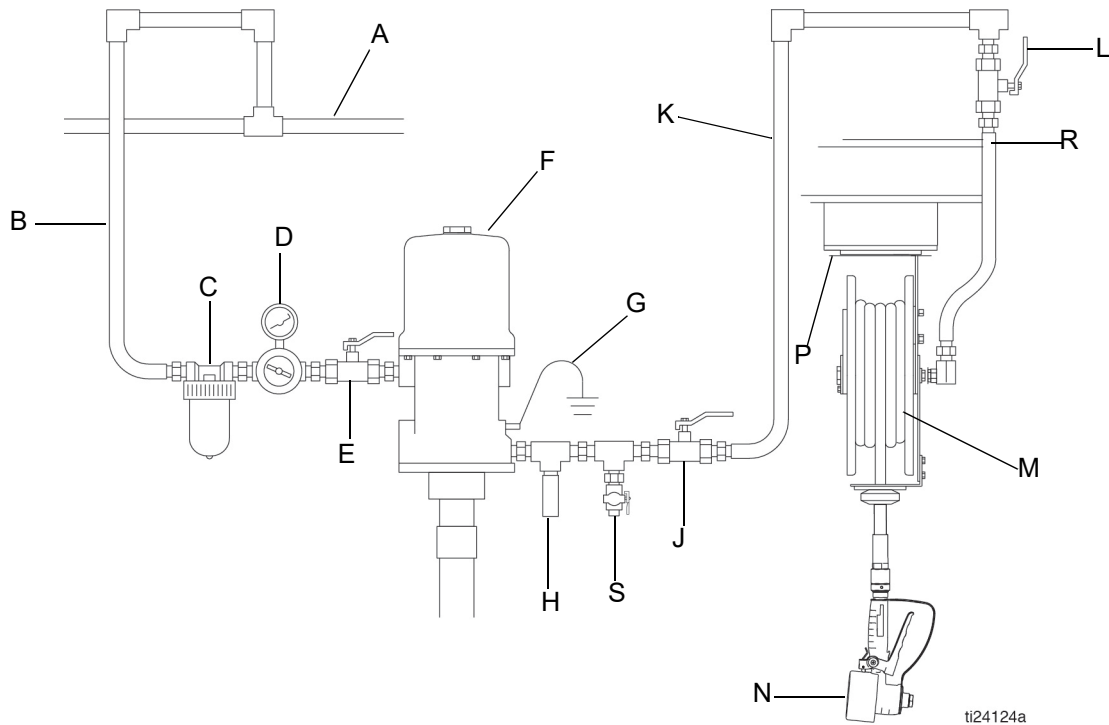

図 1
記号: 図 1
1. バルブ(E) を閉じる(図 1)。
2. システムの全ての液体遮断バルブ (J および L) を開放してください(図 1)。
3. 廃棄物容器の中に向けてメーター (N) の引き金を引き、圧力を開放します(図 1)。
システムの全ての構成部分を接地してください(図 1):